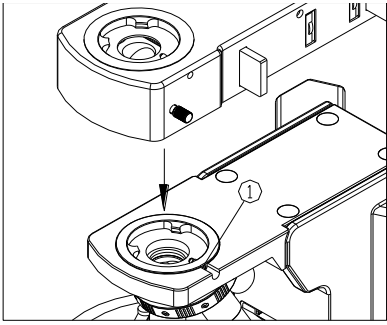

图 9
- (1) 将反射照明器锁紧螺钉①完全松开。(如图 9)
- (2) 把反射照明器底部的燕尾接口从镜体上的圆孔中心偏右的位置, 略微左倾, 沿孔口插入圆孔, 并旋紧锁紧螺钉。